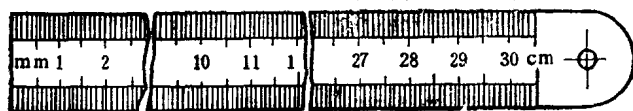

图2-1 钢直尺
1. 钢直尺的形状与规格 钢直尺是用矩形钢片制成的。在钢直尺的尺面上刻有刻线，两相邻刻线之间的距离是1 mm，在距端边50mm 范围内还增加0.5mm 的分度刻线。钢直尺的一端为直角工作端边，另一端为半圆形的尺尾，其外形见图2-1。